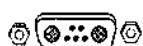

Afbeelding 3. Indeling van het achterpaneel
1. Steek bij gebruik van de optionele voetschakelaar de draadloze ontvanger in de voetschakelaarconnector van de PULSAR II generator (zie afbeelding 3 op pagina 6).
Zie Afbeelding 3 voor een volledige illustratie van het achterpaneel. Elke bediening, contact of paneel wordt hieronder gedetailleerder beschreven.